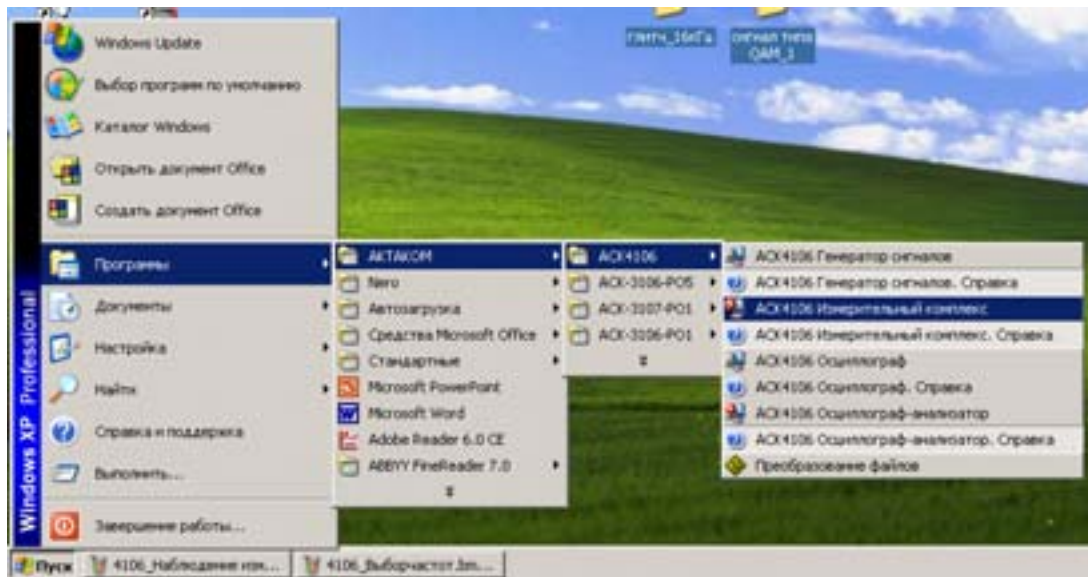

Рис. 5
- 2.1.1. На ПК (*ноутбук) запустите программу измерительного комплекса АСК-4106, для этого откройте меню «Пуск → Программы → АКТАКОМ → АСК-4106» и запустите «АСК-4106 Измерительный комплекс», при этом должна появиться надпись ключ доступа подтвержден! (см. рис. 5, 6)